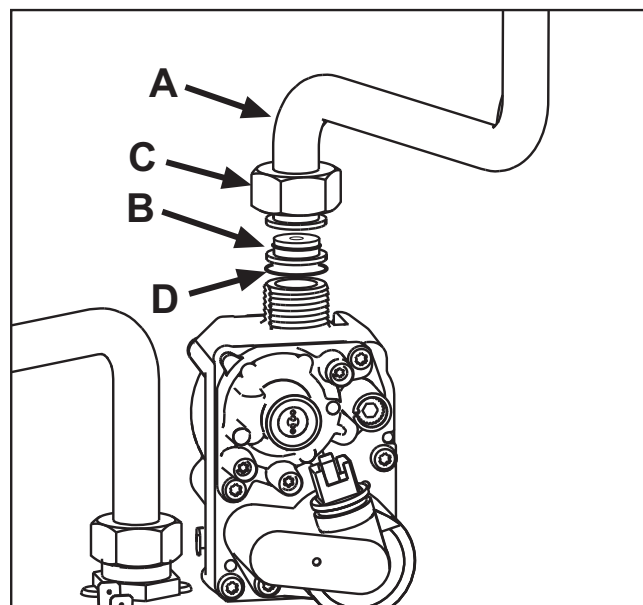

рис. 22
- Открутите колесико **C** и снимите газовую трубу **A** с газового клапана (см. рис. 22);
- Замените форсунку **B** на себя вставленную в газовую трубу, на форсунку, входящую в комплект для переоборудования, поместив между ними прокладку **D** (см. рис. 22).